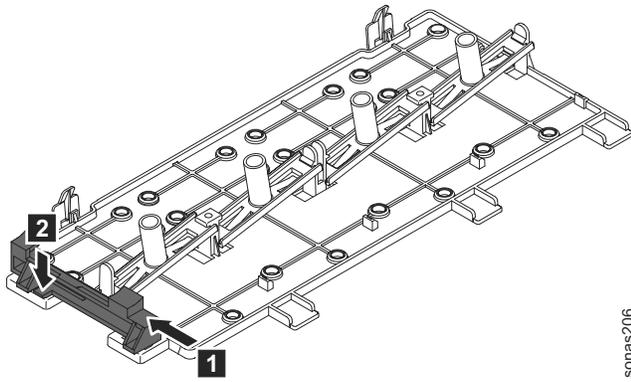

図 26. コントローラー保持ブラケットを内側にスライドさせて解放タブを押す
- 4) ステップ i で取り外したコントローラー保持ブラケットを取り付けます。そのためには、ブラケットを内側にスライドさせ **1**、解放タブを所定の位置まで **2** 押し下げます。146 ページの図 26を参照してください。